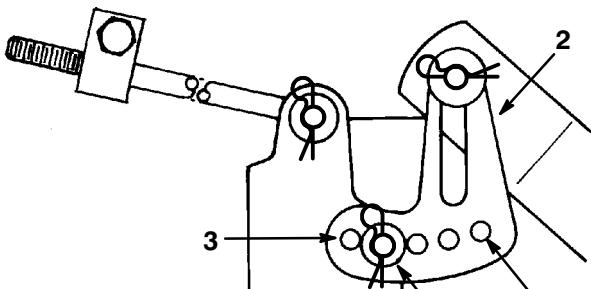

Figure 50
- Enlevez la goupille fendue et la rondelle de l'une des pattes de mise à niveau (Fig. 50). Pour mettre les lames de niveau, fixez la patte de mise à niveau dans un autre trou à l'aide de la rondelle et de la goupille fendue (Fig. 50). Utilisez un trou plus en avant pour réduire la hauteur de ce côté, ou un trou plus en arrière pour l'augmenter. Répétez la procédure de l'autre côté de la tondeuse.